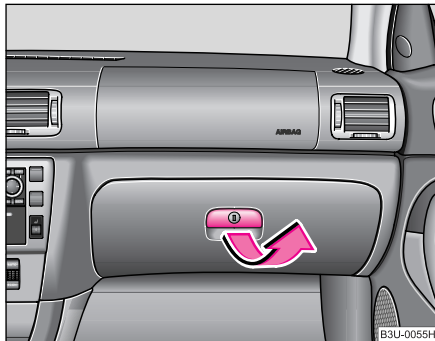

Fig. 87 Tabloul de bord: Compartiment de depozitare
- Trageți mânerul din capac în sensul indicat de săgeata ♥ fig. 87 și deschideți capacul în jos.